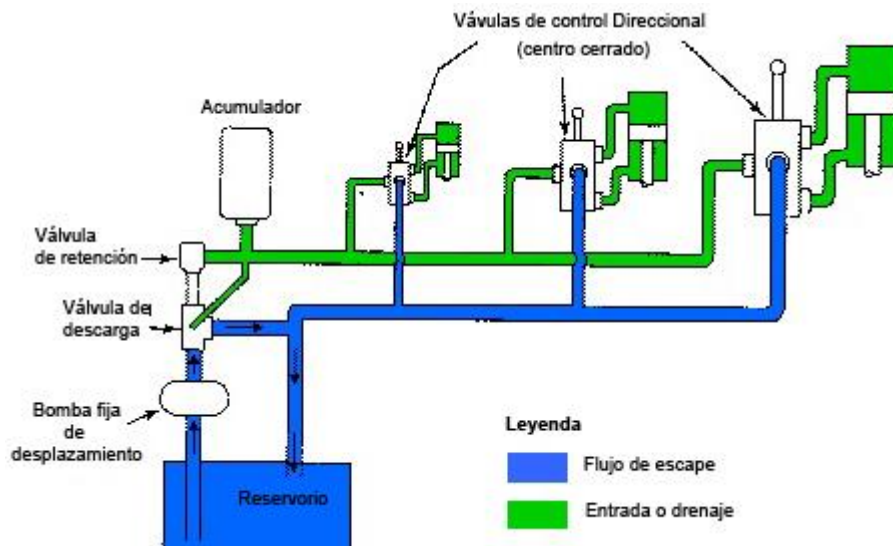

Figura 69
(1) Acumulador y bomba de desplazamiento fijo. La Figura 69 muestra un sistema de centro cerrado. En este sistema, una bomba de volumen pequeño pero constante carga un acumulador. Cuando un acumulador se carga a una presión completa, una válvula de descarga desvía el flujo de la bomba de vuelta al reservorio. Una válvula de verificación atrapa el aceite presurizado en el circuito.